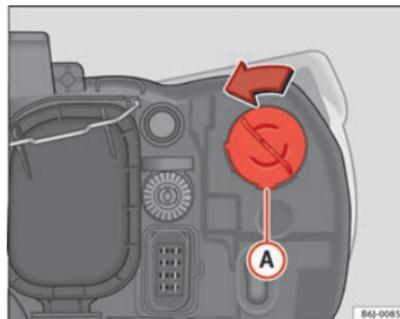

Fig. 167 Luz indicadora de mudança de direcção ►
- Rode o porta-lâmpadas ⇒ Fig. 167 **A** para a esquerda e puxe.